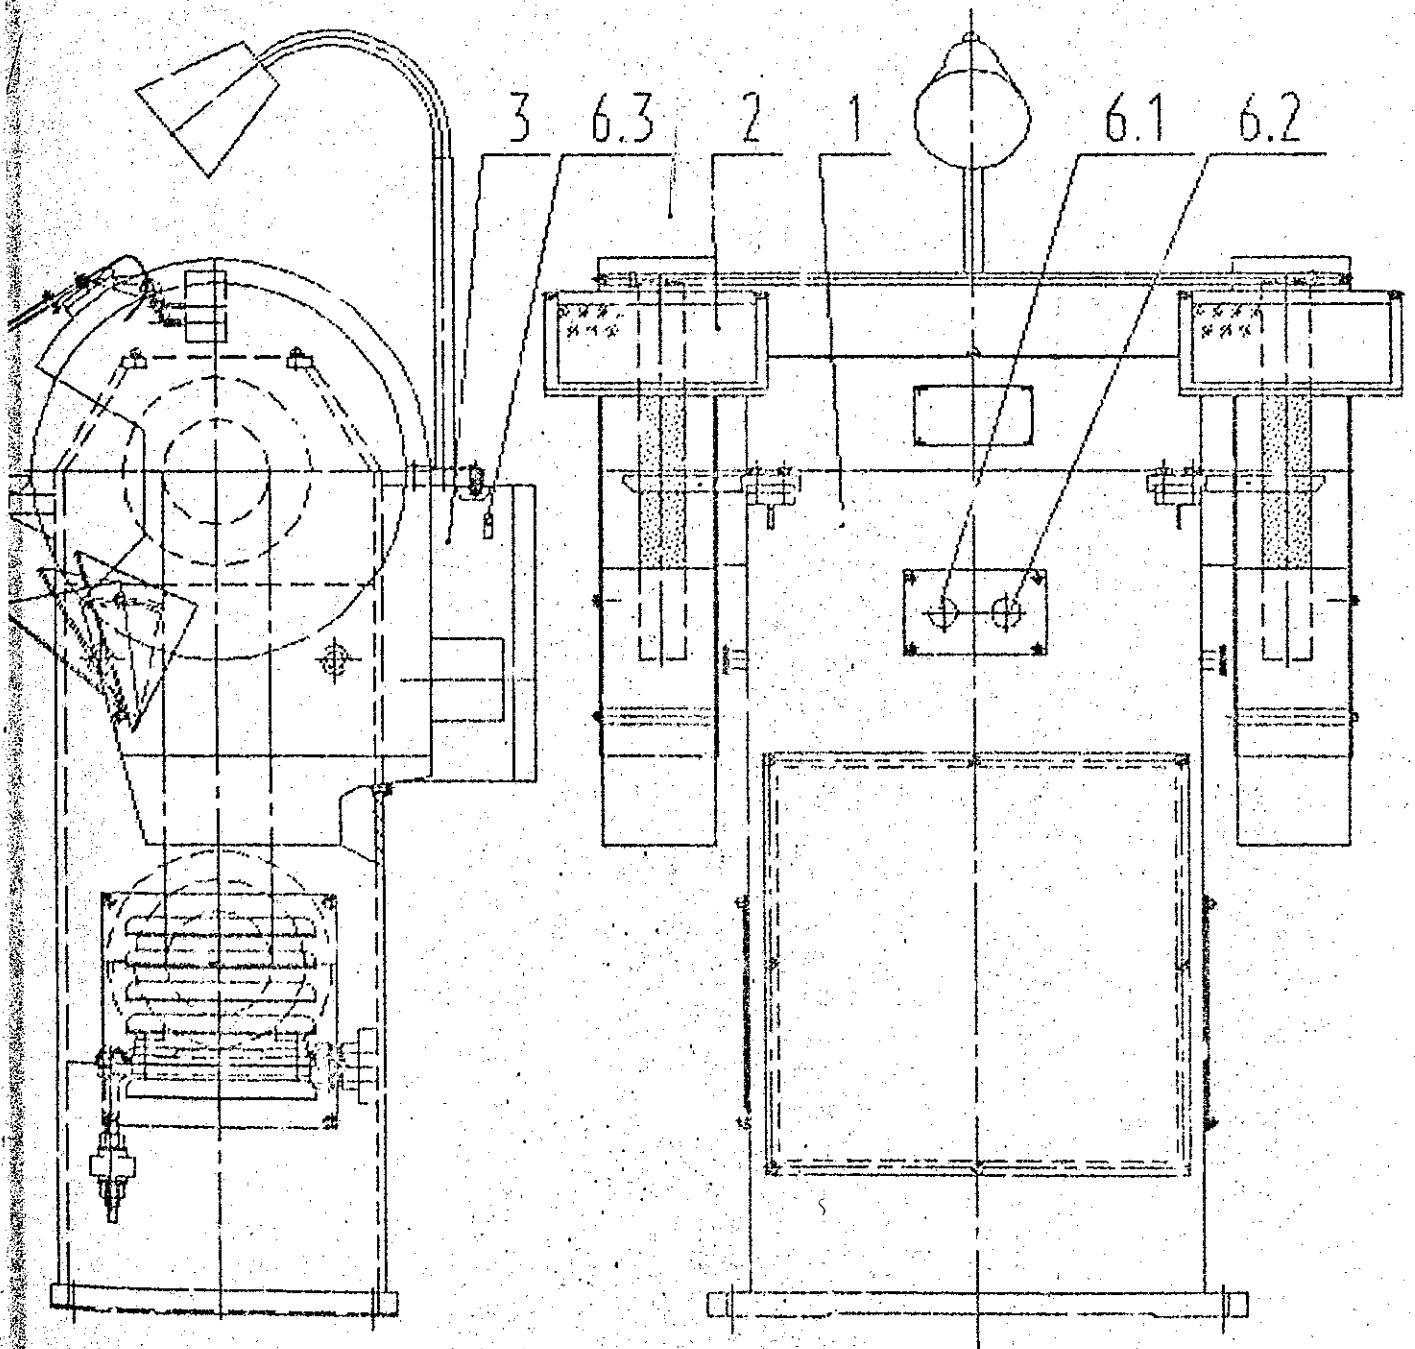

Рис.1. Общий вид станка (расположение составных частей и органов управления).
5.1. Расположение составных частей станка указаны на рис.1.
6.2.1. Корпус (рис. 1, поз. 1.).
6.2.2. Ограждение (рис. 1, поз. 2).
6.2.3. Электрооборудование (рис. 1, поз. 3).